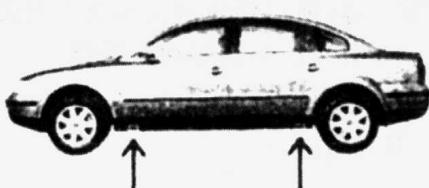

图 1-3 汽车起重器的支撑点
(1) 从行李箱内取出随车工具和备用车轮。
(2) 把钢丝钩悬挂在车轮全盖板的边缘上。把车轮扳手通过钢丝钩推入,把盖板拉下来。把车轮螺栓盖罩用塑料钳子拉下来。某些轻合金轮辋结构有中部盖板,同样用钢丝钩撬下来。
(3) 把车轮扳手推到车轮螺栓上直到挡块为止,再向左旋转。同时尽可能远地把握扳手端部。如果螺栓不能松动,在不得已的情况下可以用脚踩住扳手的端部。同时注意安全情况并牢固地把住汽车。车轮螺栓大约松动一圈。
(4) 图 1-3 中的箭头标记出下梁上汽车起重器可以放置的位置;前面的一个盖的后面,后面的在一个压痕处。这两个位置大约距离各自的车轮罩 17cm。如果汽车起重器不是放在标记的或者说明的位置上时,可能会导致汽车受到损伤。